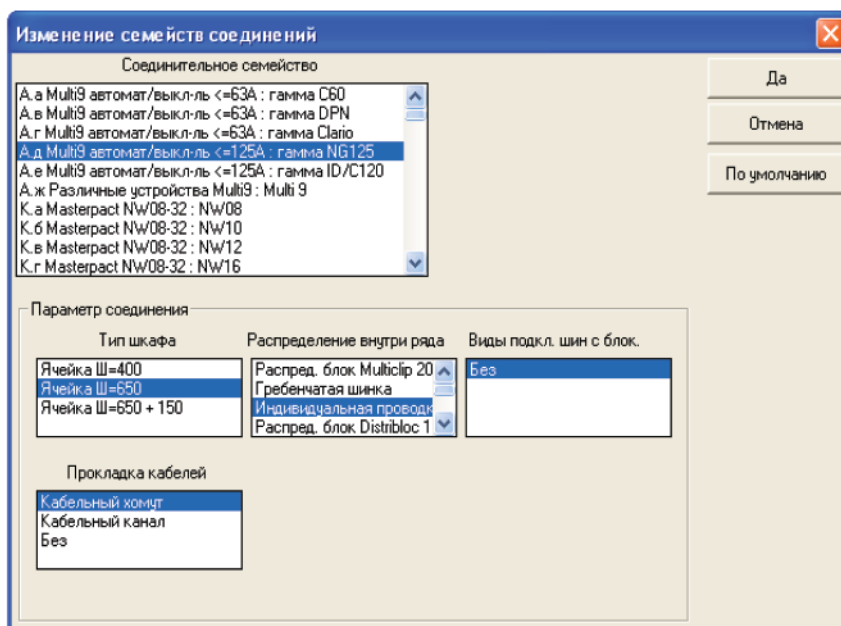

Рис. 110
26) Запускаем команду **Настройки→Стандартные соединения и сборки**. Находим в списке устройств Multi9 автомат/выкл-ль<=125А: гамма NG125 (рис. 110). Задаем все настройки и нажимаем “Да”.